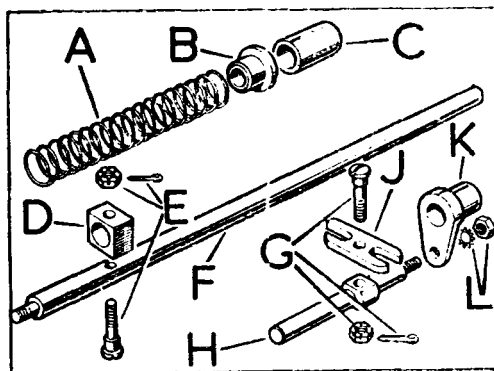

Fig. C1-55 Eje selector de la reductora
1.3.1. Deslizar el casquillo separador, C (Fig. C1-55) casquillo, B, del muelle, muelle, A, y eje, H, a lo largo del eje selector, F.